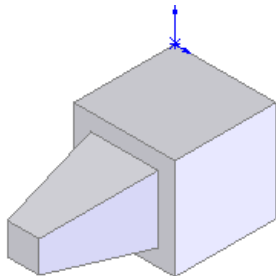

图 3-122 拔模的图形
**10** 确认拔模特征。单击“拔模”属性管理器中的“确定”图标按钮, 结果如图 3-122 所示。